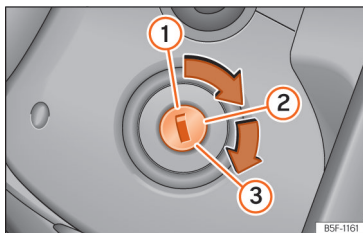

Fig. 80 Fechadura da ignição
- Rode a chave para a posição »» **Fig. 80 ②**.
- Continue a rodar a chave para a posição »» **Fig. 80 ③** sem pressionar o acelerador.
- Quando o motor arrancar, solte a chave. Ao soltá-la, a chave volta para a posição ②.
- Veículos com fechadura da ignição: Rode a chave até à posição »» Fig. 80 ①.
- Veículos com botão de arranque: Pressione brevemente o botão de arranque »» Fig. 80.